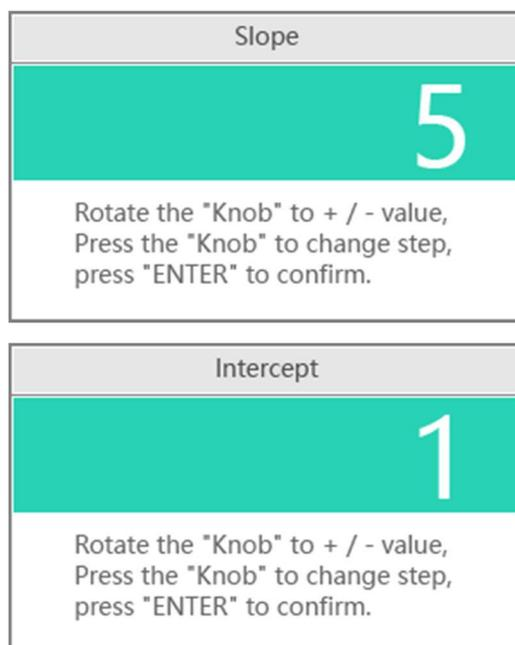

図 6-11 K 値と B 値の入力
2. 図 6-11 のメッセージに従い、検量線式  $C=K*A+B$  の K 値(Slope)と B 値 (Intercept) を入力し、<ENTER>キーを押して確定します。それぞれ設定する際にジョグダイヤルを押すと、設定ステップを変えることができます。押すごとに、可変スピードを 20 ステップか 1 ステップに選択することができます。